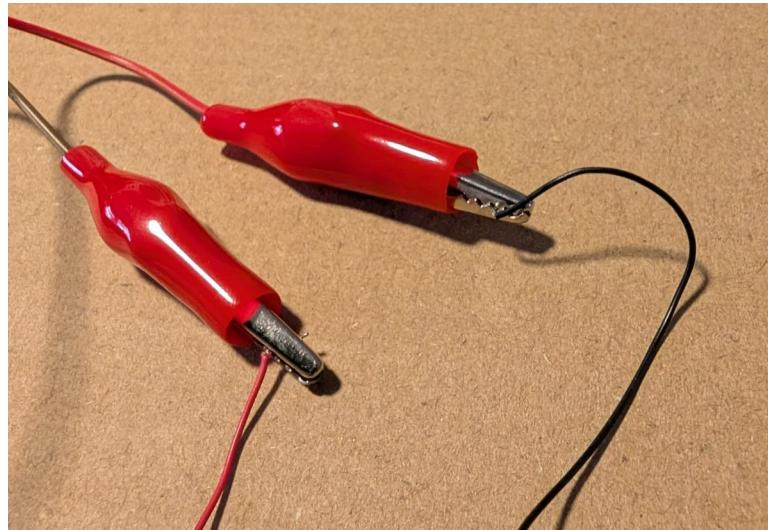

Abbildung 3: Verkabelung
2. **Verkabelung:** Verbinden Sie den Generator mit Kabeln. Die Position der Kabel am Generator ist zunächst egal. Drücken Sie die Krokoklemmen zusammen, um sie zu öffnen und die Kabel am Metallteil zu befestigen. (Abbildung 3: Verkabelung).